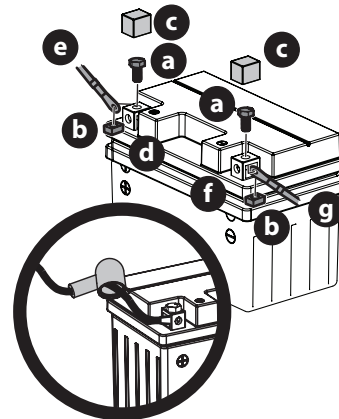

Fig. 5
NOTA: el borne positivo de la batería está marcado como POS. (+) (d). El borne negativo de la batería está marcado como NEG. (-) (f) (Fig. 5).
2. Extraiga los tornillos hexagonales (a) y las tuercas cuadradas (b) instalados de fábrica en el extremo del arnés de cables. Guarde los herrajes para uso posterior (Fig. 5).
3. Retire la cubierta de plástico (c), si la hay, del borne positivo de la batería (d) y fije el cable rojo (e) al borne positivo de la batería (d) con uno de los tornillos hexagonales (a) y las tuercas cuadradas (b), del Paso 2. Use un destornillador Philips (Fig. 5).
4. Coloque el capuchón de caucho rojo por encima del borne positivo de la batería para protegerlo contra la corrosión (Fig. 5, inserto).
5. Retire la cubierta plástica (c), si está presente, del borne negativo de la batería (f) y una el cable negro (g) al borne negativo de la batería (f) utilizando el tornillo hexagonal restante (a) y la tuerca cuadrada (b) (Fig. 5).